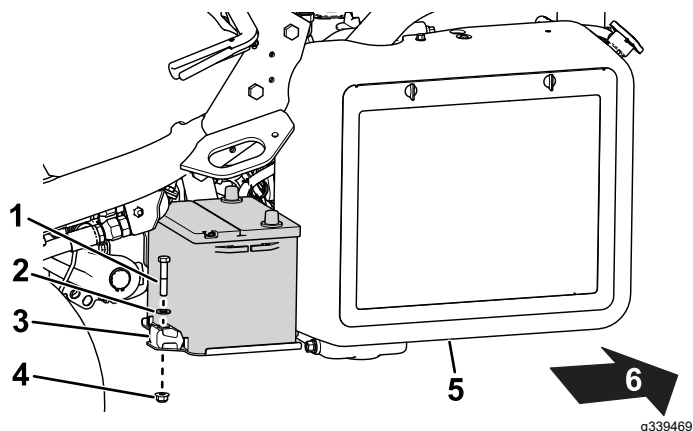

Figura 42
2. Retire las fijaciones que sujetan la batería a la bandeja (Figura 42) y levante la batería para sacarla.
5. Coloque la batería en la bandeja y sujétela con las fijaciones que retiró anteriormente (Figura 42).